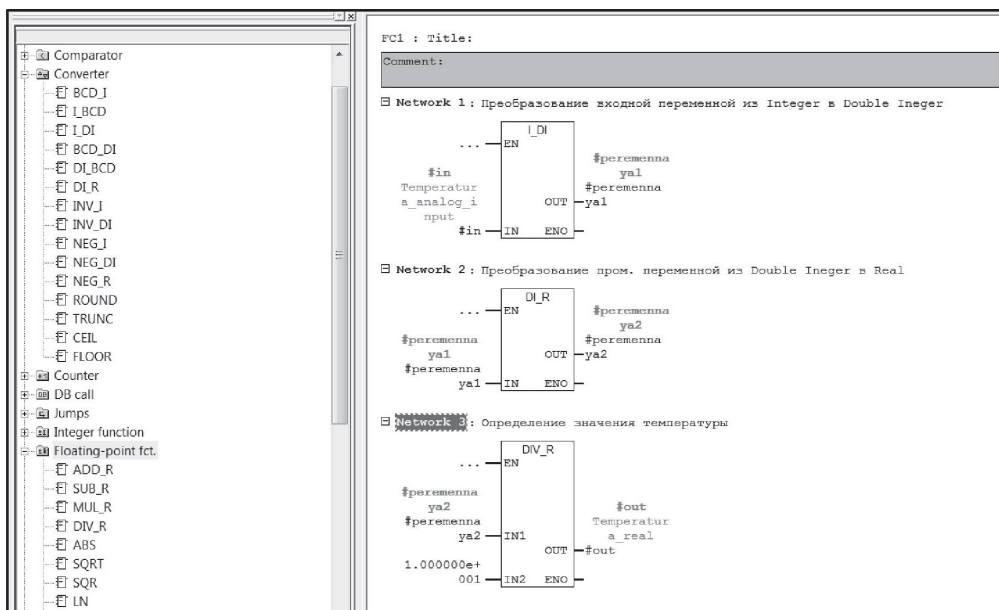

Рис. 2.10. Создание алгоритма функции
8. Обратите внимание на то, что каждый блок необходимо поместить в новую сеть, для этого надо щелкнуть левой клавишей мыши по элементу Network в библиотеке. Необходимо строго соблюдать последовательность вычислений. Сначала мы преобразуем входную переменную из Integer в Double Integer, затем в Real и только потом производим преобразование в значение температуры. Как было видно из табл. на странице 42, для того чтобы получить значение температуры из той величины, которую выдал модуль аналогового ввода, необходимо эту величину разделить на 10 (рис. 2.10).